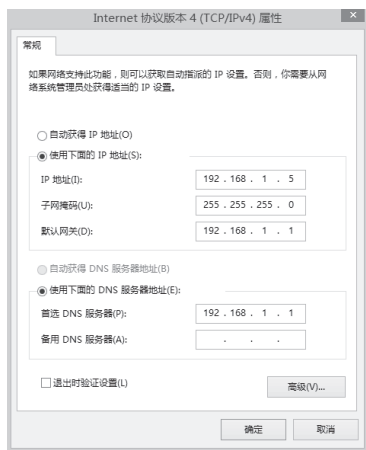

图6-1 本地连接
2. 设置PC本地连接IP地址为192.168.1.X, X为2~254中任意整数, 子网掩码为255.255.255.0, 默认网关为192.168.1.1, 如图6-1所示。